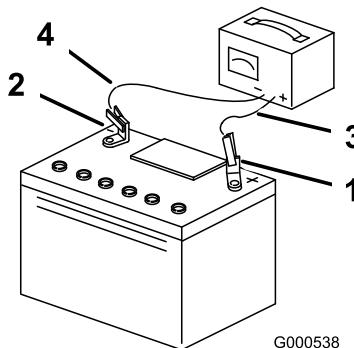

図 42
3. 充電が終了したら、コンセントからチャージャのプラグを抜き取り、充電器のリード線をバッテリー端子から外す**図 42**。